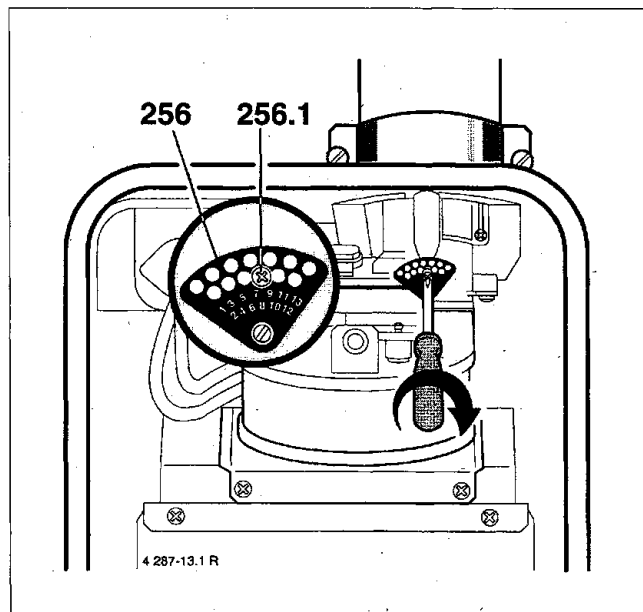

Bild 29
- Die verstellbare Drosselblende (256) mit der Schraube (256.1) wieder sichern (Bild 29).